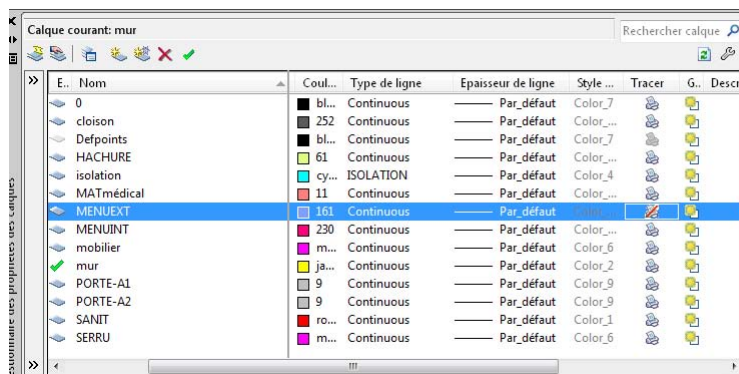

Figure 4.50
7. Enfin, pour conclure sur le gestionnaire de propriété des calques, vous pouvez voir le symbole d'une imprimante actif ou inactif (voir Figure 4.50). Cela signifie tout simplement que vous avez la possibilité d'imprimer ou non un calque.
Le dernier symbole et outil du gestionnaire de propriétés des calques, qui se situe à l'extrême droite de la fenêtre (voir Figure 4.50), sera traité à la section « Projet d'application » du Chapitre 6. En effet, l'outil Geler dans la fenêtre n'est compréhensible qu'avec les mises en page et la présentation.